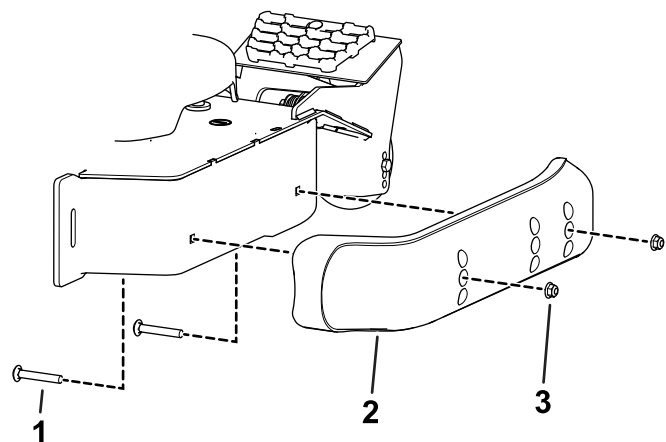

Рисунок 14
- Передвиньте полоз в требуемое положение и прикрепите его к режущему блоку с помощью болтов с фланцем и гаек (Рисунок 14).